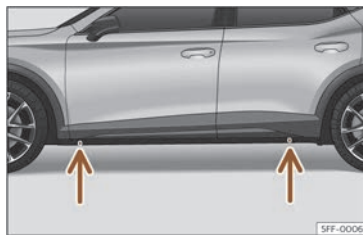

Fig. 237 Points de prise du cric.
- Recherchez sur le bas de caisse la marque du point d'appui du cric (zone renforcée) le plus proche de la roue à changer >>> **fig. 237**.